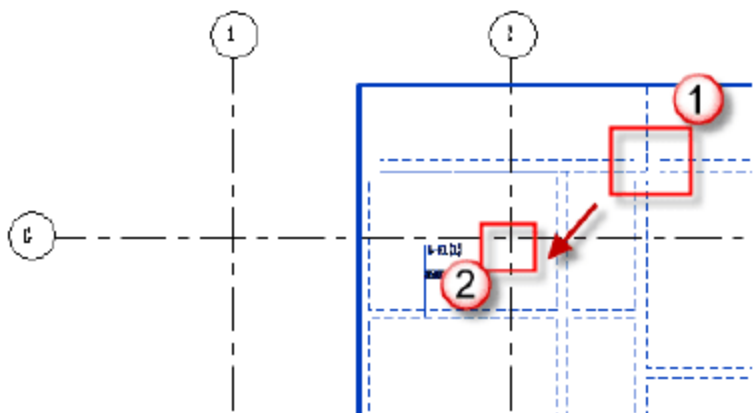

图 5.1.3 选中屋框架并移动
(3) 整体移动 DWG 文件使其与轴网相符合。单击“屋框架 DWG 文件”文件，按快捷键 M+V，将①点移动到②点（即 2 轴和 G 轴的交点），如图 5.1.3 所示。